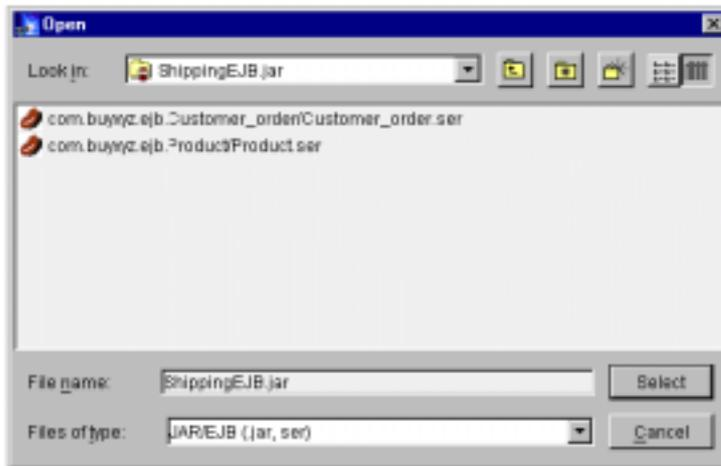

图7-18 选择 JAR 文件
9. 从该窗口中选择 **Browse...**并找到存放 JAR 文件的目录。双击 JAR 文件，您将看到图 7-18。